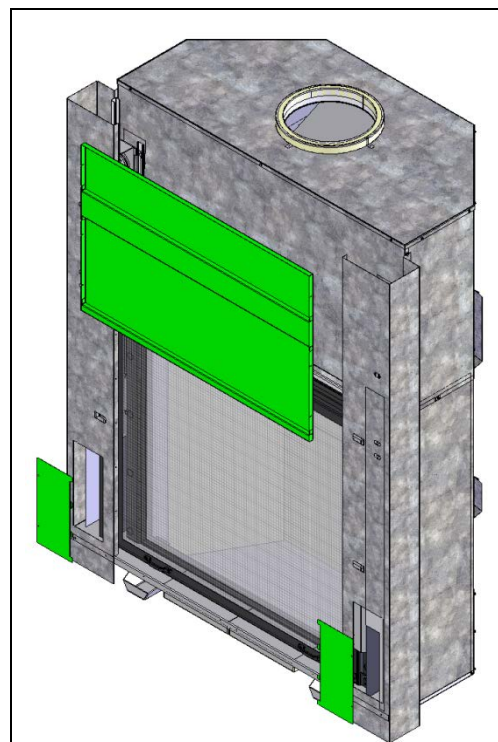
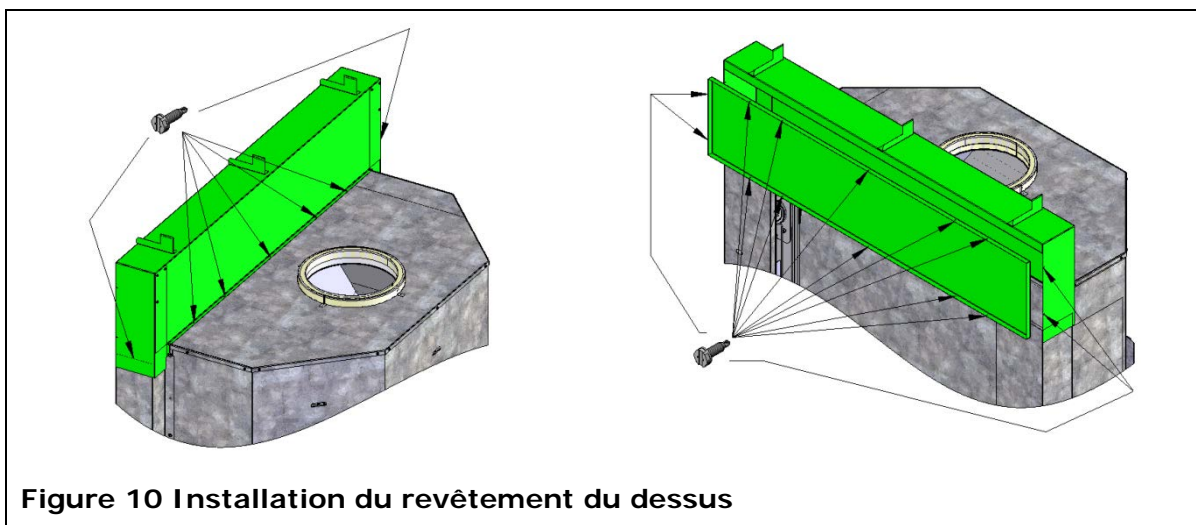

Figure 9 Pièces à enlever pour permettre l'installation de la porte et du pare-étincelles
Figure 10 Installation du revêtement du dessus
1. Pour pouvoir installer les contrepoids (H), vous devez enlever certaines pièces qui devront être réinstallées plus tard (voir Figure 9). Prenez le temps de regarder comment les pièces sont installées et de conserver toutes les vis. Commencez par enlever le revêtement de finition avant central. Enlevez aussi les deux couvercles d'accès pour les contrepoids.
3. Trouvez les deux gros contrepoids (H), les deux tiges de blocages et les deux capuchons noirs dans le sac du manuel (N).
5. Attachez le contrepoids (H) au câble à l'aide du connecteur fileté et vissez le connecteur fileté fermé.
6. Trouvez l'une des tiges de blocage (N), vous en aurez bientôt de besoin.
8. En utilisant l'une de tige de blocage fournie (N), insérer la tige de blocage à travers le trou dans le canal de contrepoids situé à environ 62" du sol. Assurez-vous de passer à travers le trou sur l'arrière du canal de contrepoids. Vous pouvez maintenant relâcher le câble du contrepoids.
1. Réinstallez les couvercles d'accès droit et gauche ainsi que le revêtement de finition avant central (juste au-dessus de l'ouverture de la boîte à feu) (voir Figure 9).
2. Trouvez le revêtement de finition supérieur (C), le revêtement de finition supérieur avant (D) ainsi que le sac de petites vis autotaraudeuses (N).
3. Installez le revêtement de finition supérieur tel que montré à la Figure 10. Placez-le sur le dessus du foyer. Il devrait s'appuyer sur les deux revêtements de finition de côté et être en ligne avec le devant du foyer. Le rebord arrière devrait être sur le dessus du caisson du foyer, comme illustré à la Figure 10. En utilisant deux petites vis autotaraudeuses fournies (N), vissez les deux côtés du revêtement de finition du dessus aux côtés. En utilisant cinq des petites vis autotaraudeuses fournies (N), fixez le rebord arrière du revêtement de finition supérieur au dessus du caisson de foyer.
4. Encore une fois, en utilisant les petites vis autotaraudeuses (N), installez le revêtement de finition supérieur avant tel qu'indiqué à la Figure 10. Assurez-vous que les quatre vis qui sont installées à chaque extrémités sont vissées vers le centre du foyer afin que les pointent ne dépassent du foyer.